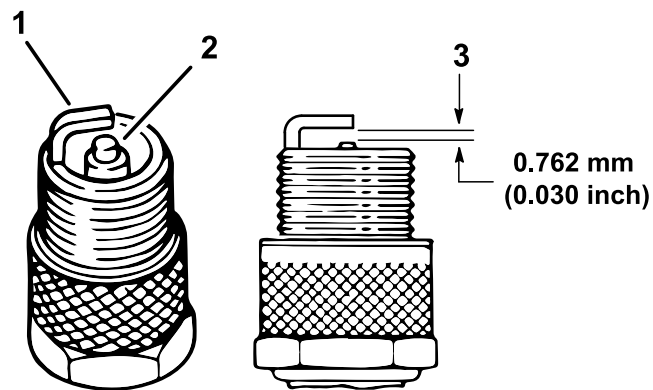

Figure 29
1. Examinez le centre des bougies (Figure 29).
3. Contrôlez l'écartement entre l'électrode centrale et l'électrode latérale (Figure 29).
**Remarque:** Courbez l'électrode latérale (Figure 29) si l'écartement est incorrect.
3. Rebranchez le fil de chaque bougie (Figure 29).